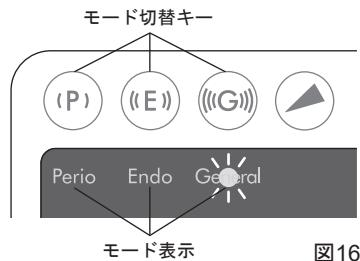

図16
- モード切替キーを押して、ご使用になるモードを選択してください。選択されたモードのモード表示のランプが点灯します。(図 16)